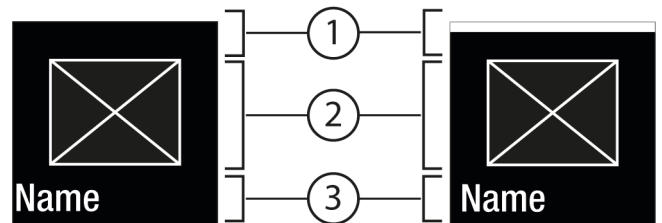
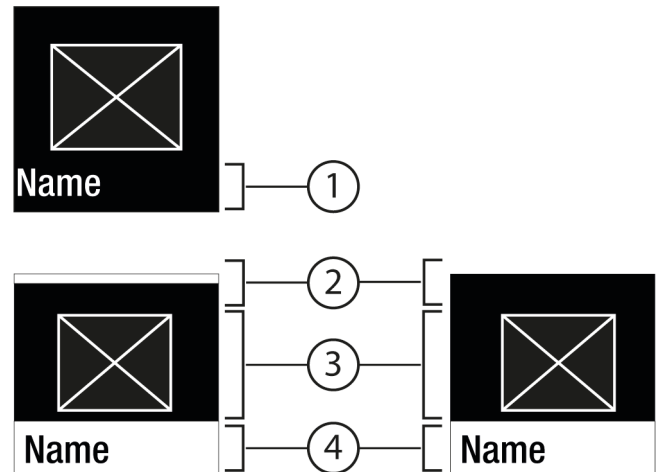

Fig. 6
Fig. 7
- Cu Confirmare Fig. 5 (2) apăsați Submeniul Fig. 7 (4).
- Setați valoarea nouă: Cu Confirmare Fig. 5 (2) selectați o valoare dezactivată Fig. 6 (1).
- Înapoi în meniu: Cu Confirmare Fig. 5 (2) selectați valoarea activată Fig. 6 (2) deja.
- ▷ Starea: activată Fig. 6 (1) apare scurt în submeniu Fig. 7 (4).